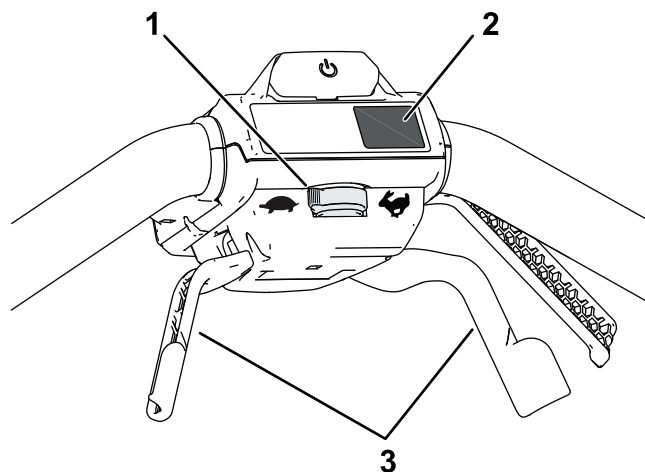

Figura 12
- Para ajustar la velocidad de la transmisión autopropulsada, ajuste el control de velocidad (Figura 12).
- Para activar la transmisión autopropulsada, acerque las palancas de autopropulsión al manillar y manténgalas allí (Figura 12).
Pulse el botón MAX situado debajo del botón de Encendido para ajustar la máquina a la velocidad MÁXIMA (Figura 12).